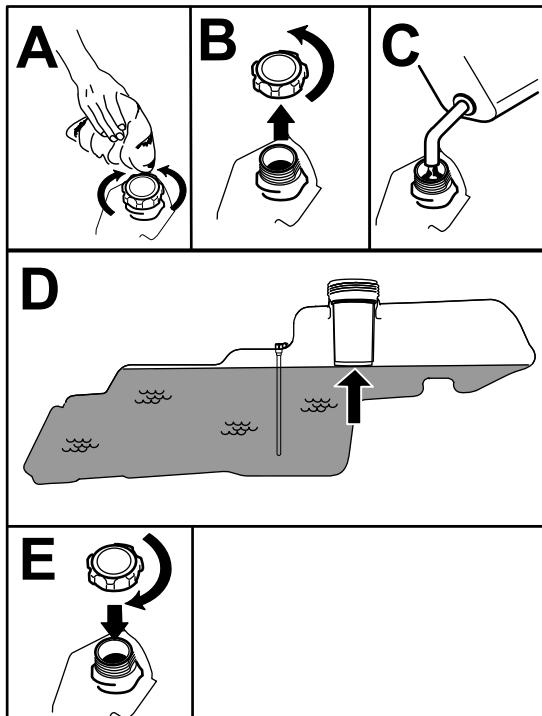

Figura 7
- Riempite il serbatoio del carburante fino al fondo del bocchettone di riempimento (Figura 7). Non riempite completamente il serbatoio.